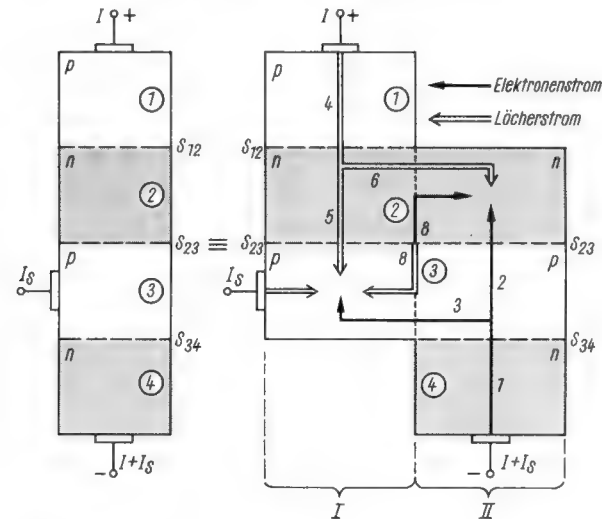

Bild 3. Deutung der steuerbaren Siliziumzelle als Kombination von zwei Transistoren (pnp und npn)
Betrachtet man die Schichtenfolge pnpn (Bild 1), so ist verständlich, daß die steuerbare Siliziumzelle als eine Kombination, bestehend aus zwei Transistoren (pnp und npn) betrachtet werden kann. In Bild 3 (rechts) ist das dadurch anschaulich gemacht, daß die beiden Teiltransistoren I und II nebeneinander gezeichnet sind. Sie sind aber so versetzt, daß man von Anode nach Katode die vier Schichten in richtiger Folge durchläuft.
Im stationären Zustand müssen nun die in jede Schicht einströmenden positiven und negativen Ladungen einander gleich sein. Wird z. B. in (2) durch ein von (1) kommendes Loch ein Elektron rekombiniert, so muß entweder von der Sperrschicht  $S_{23}$  oder von (3) ein Elektron nach (2) einströmen (Bild 3, rechts).
Der in Bild 3 dargestellte Zustand ist nur solange gegeben, als  $\alpha_I + \alpha_{II} < 1$  ist. Das ist aber auch schon angenähert aus diesem Bild abzulesen.